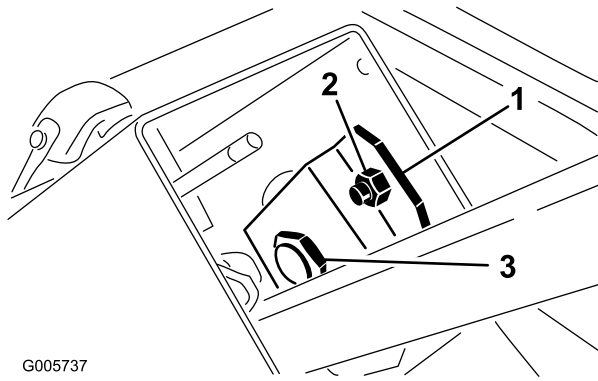

Figura 73
1. Retire el pomo del freno de estacionamiento y retire los tornillos autorroscantes de la cubierta de la columna de dirección. Deslice la cubierta hacia arriba por la columna de dirección para tener acceso a la placa de giro (Figura 73).
2. Afloje la tuerca pequeña y gire la placa de giro hasta que apriete la tuerca grande que está más abajo (Figura 73). Vuelva a apretar la tuerca pequeña.